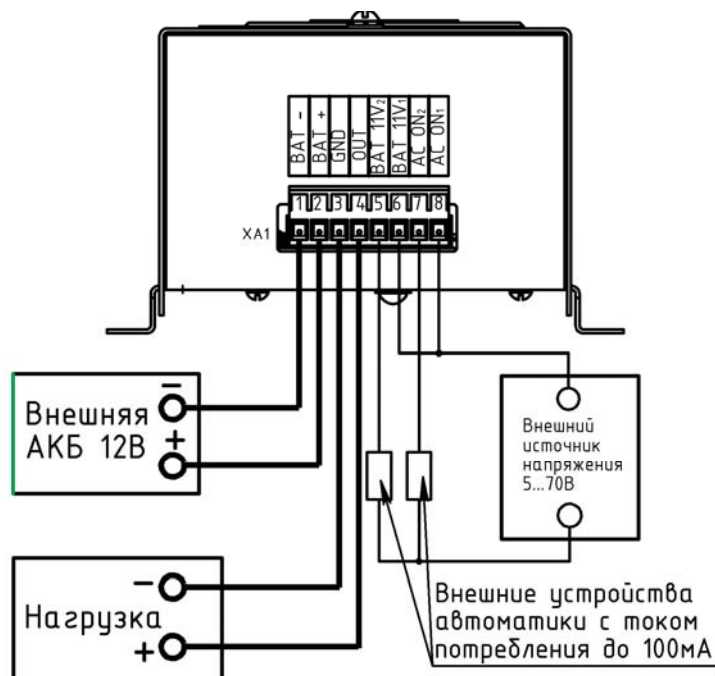

Рисунок 3 – Схема подключения.
Подключение внешней АКБ и нагрузки следует производить в соответствии с полярностью (см. Рисунок 3).
- нагрузку подключить к клеммам «OUT+» и «GND» в соответствии с указанной полярностью (см. Рисунок 3), напряжение цепи «OUT+» имеет положительную полярность относительно цепи «GND»;
- внешнюю АКБ подключить к клеммам «BAT+» и «BAT-» в соответствии с указанной полярностью (см. Рисунок 3);
- подключить, при необходимости, к клеммам 5...8 внешние цепи индикации или устройства автоматики с током потребления до 100мА (напряжение питания внешнего источника напряжения должно находиться в пределах 5...70В, см. Рисунок 3);